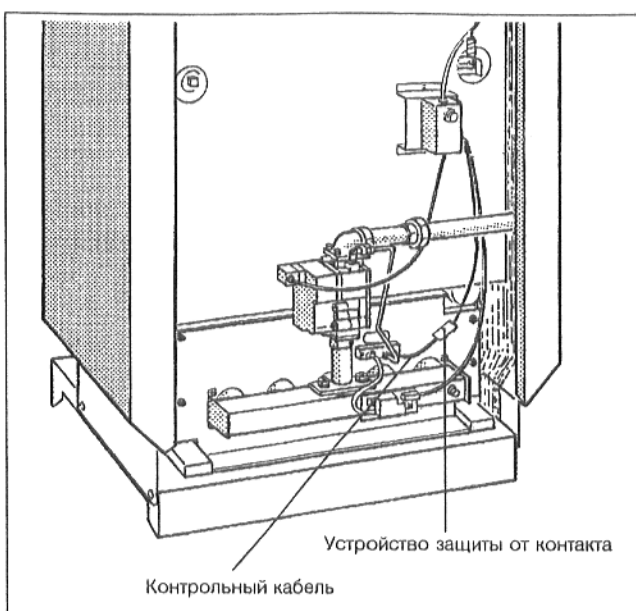

Рис. 23: Контрольный кабель
- Снять устройство защиты от контакта с контрольного кабеля (Рис. 23) и отсоединить штекер.